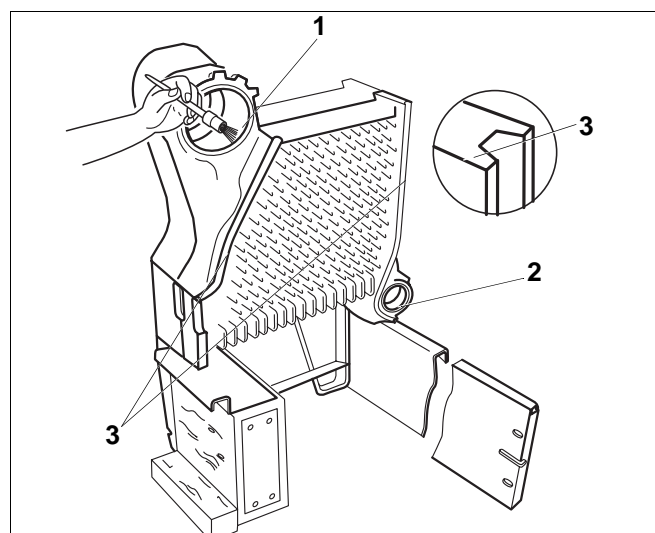

Fig. 8 Nettoyer les surfaces d'étanchéité des moyeux
- Nettoyer les rainures d'étanchéité des éléments (fig. 8, **pos. 3**) à l'aide de brosse en fer et un chiffon.
- Repartir uniformément du minium à l'huile de lin sur les moyeux (fig. 8, **pos. 1 et 2**).